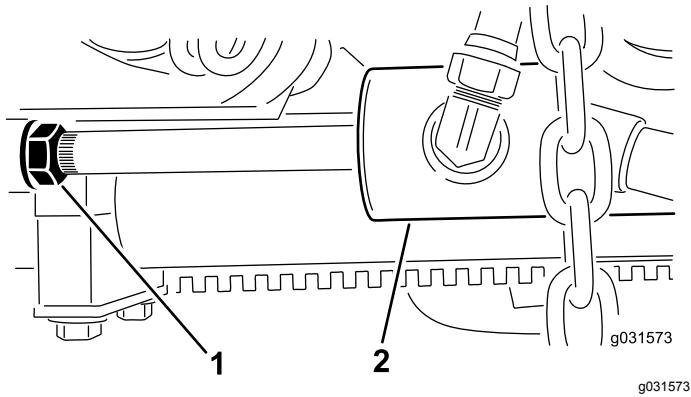

Рисунок 12
B. Ослабьте затяжку контргайки на цилиндре (Рисунок 12).